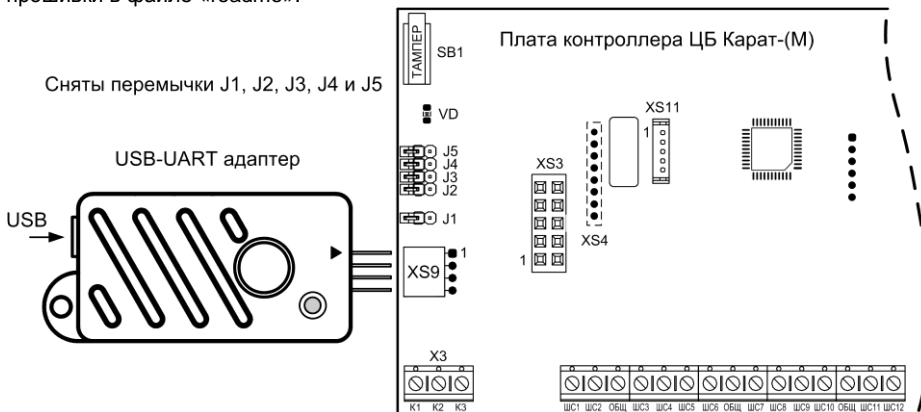

Рис.8 Подключение USB-UART адаптера к ЦБ при обновлении прошивки
- Для смены прошивки необходимо запустить утилиту «KaratUpd», обесточить ЦБ, подключить плату контроллера ЦБ к компьютеру с помощью USB-UART адаптера (рис.8) и USB-кабеля.
- Далее необходимо перевести прибор в режим «Обновления прошивки» - снять (разомкнуть) переключики J2, J3, J4, J5 и J1 на плате контроллера ЦБ (табл.11, рис.8) и включить прибор.